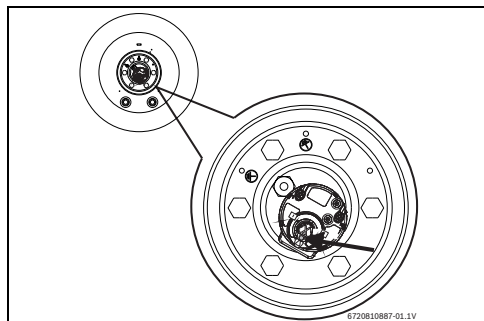

Fig. 14 Pulsante Reset
- premere il pulsante di reset (fig. 14).